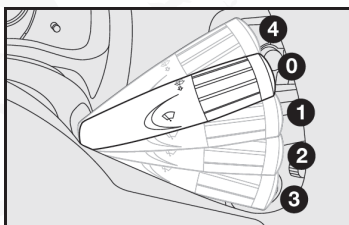

fig. 45
**ADVERTENCIA:** En climas muy húmedos no se recomienda usar prolongadamente el aire acondicionado en las posiciones  o . La diferencia entre la temperatura externa y la del parabrisas puede provocar empañamiento del lado externo del parabrisas, provocando pérdida de visibilidad. Si tal situación ocurre, active la palanca del limpiaparabrisas fig. 45.
#### **Limpiaparabrisas/lavaparabrisas - fig. 45**